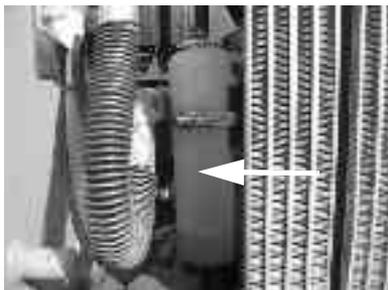

Figura 50 Vaschetta di espansione del liquido di raffreddamento
1. Con il motore alla temperatura di funzionamento, aprire il coperchio del motore. Osservando la vaschetta di espansione in plastica, controllare che il livello del liquido di raffreddamento sia a circa metà della vaschetta, tra i segni di minimo e massimo livello (Figura 50).